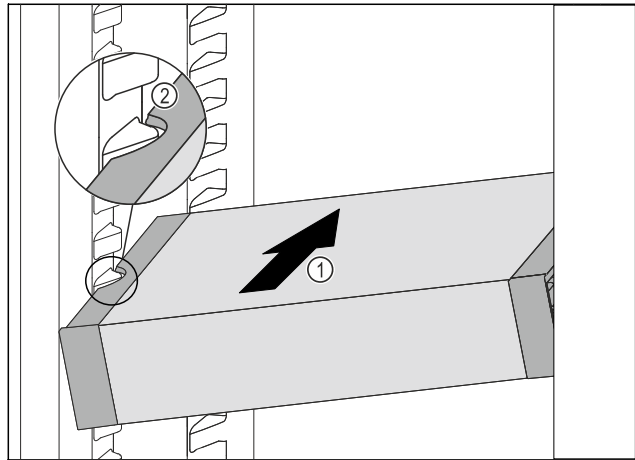

Fig. 82
- ▶ Вдвигайте VarioSafe под наклоном в холодильное отделение Fig. 82 (1), пока боковые выемки Fig. 82 (2) VarioSafe не окажутся на высоте выступа резервуара в холодильном отделении.